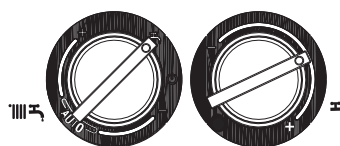

Рис. 4.2
- установите переключатель режимов работы на символ "🚿" (рис. 4.2)